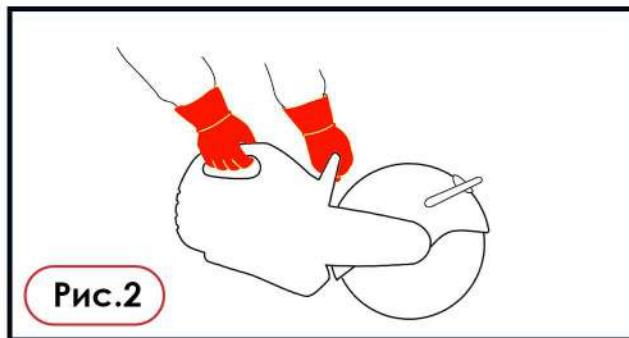

Рис.2
- 1) Сохраняйте удобное и устойчивое положение, все время крепко держа бензорез двумя руками. (Рис. 2)